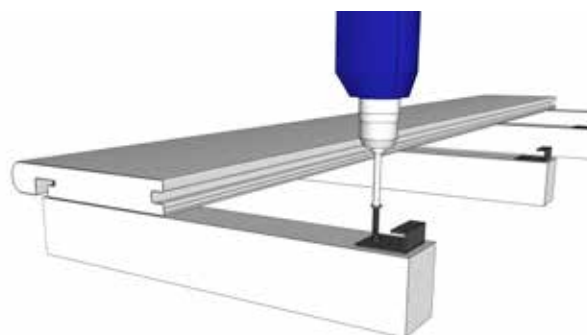

Figura 3
- 4 Instala la grapa del tablero interno de la huella, como se muestra en la Figura 3: